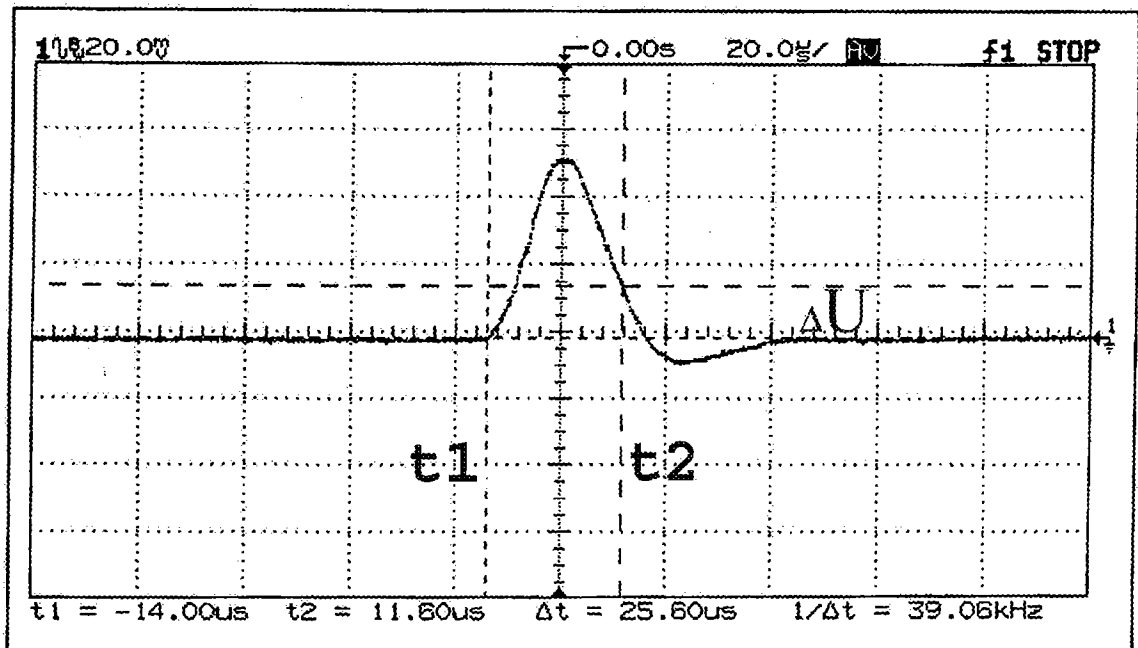

Рис. 7.3.3. Изменение выходного напряжения источника во времени при изменении нагрузки
- установить его на линию установившегося напряжения после переходного процесса (см. правую часть рис. 7.3.3)
- отвести КН2 от КН1 в направлении пика напряжения переходного процесса (для осциллограммы на рис. 7.3.3 – вверх) на расстояние, соответствующее разности напряжений между КН1 и КН2, равной ΔU . (Разность напряжений рассчитывается самим осциллографом и отображается на дисплее)